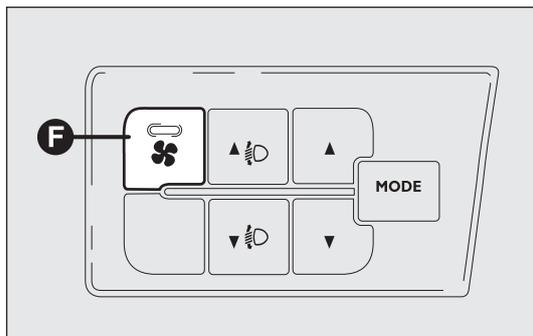

fig. 51
**AVVERTENZA** Per garantire un disappannamento / sbrinamento rapido, in caso di presenza di riscaldatore / condizionatore supplementare (sotto il sedile anteriore o posteriore per versioni Panorama e Combinato), se attivato, procedere alla disattivazione tramite pulsante F (led spento) ubicato sulla mostrina comandi fig. 51.